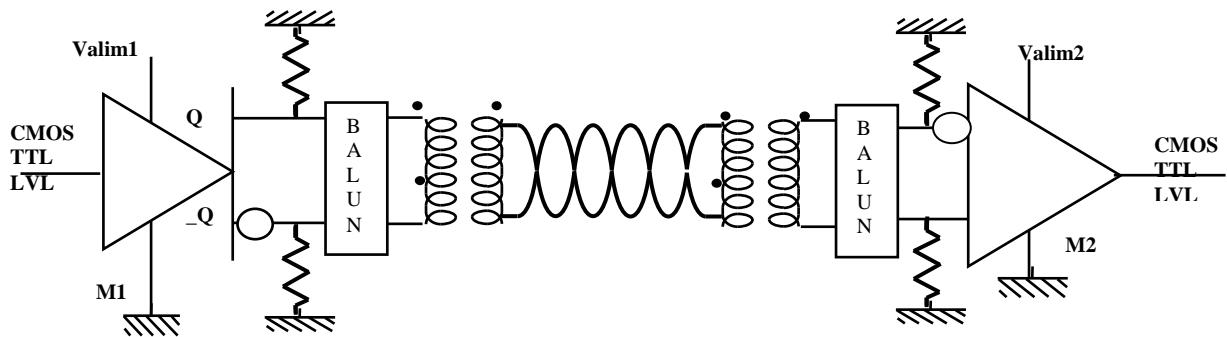

Fig 2-24 L'incomparable bifilaire muni des transformateurs d'extrémités.
**La figure 2-24 donne un exemple de câblage Ethernet 10BT ou 100BT et même ATM 155 Mbits/s, dans un cas où la robustesse "CEM" est exigée.**